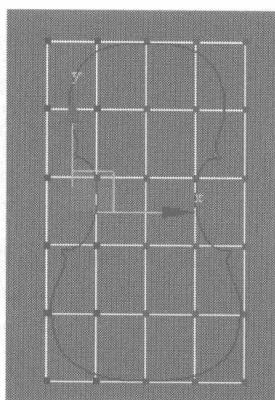
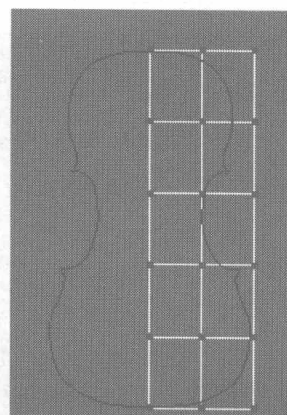
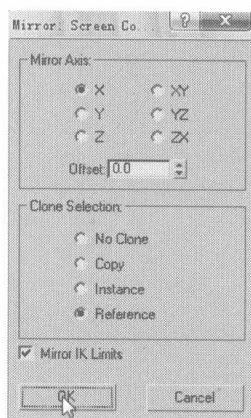
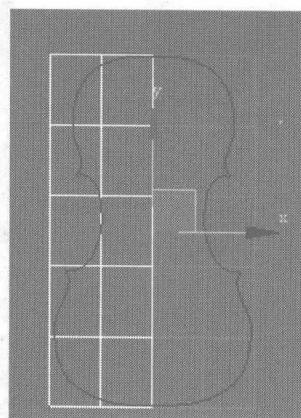

图 5.19
图 5.20
图 5.21
图 5.22
- 03 选择如图 5.19 所示的点，按 Delete 键删除，如图 5.20 所示。单击 按钮，镜像复制所选模型，在弹出的对话框中设置如图 5.21 所示参数，镜像结果如图 5.22 所示。